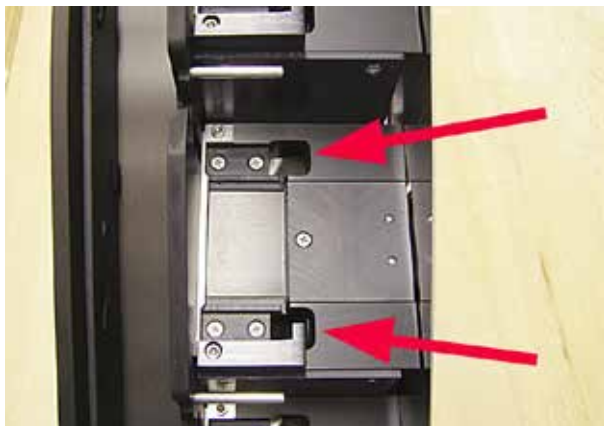

Fig. 45
- Estación de carga (→ "Fig. 45")